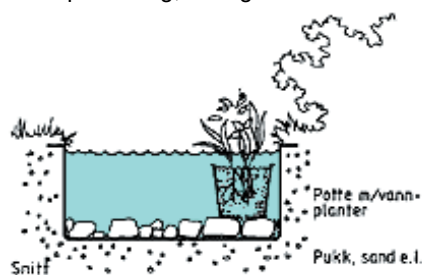

Fig. 551
- 551 Den enkle, lille dammen passer for dem som vil bygge bassenget på én ettermiddag. Det som trengs, er en tett beholder, ei grop i bakken og litt drenerende masse under bassenget. Et slikt basseng passer i et anlegg av lite format, ved et inngangsparti eller ved en beplantning, se fig. 551.